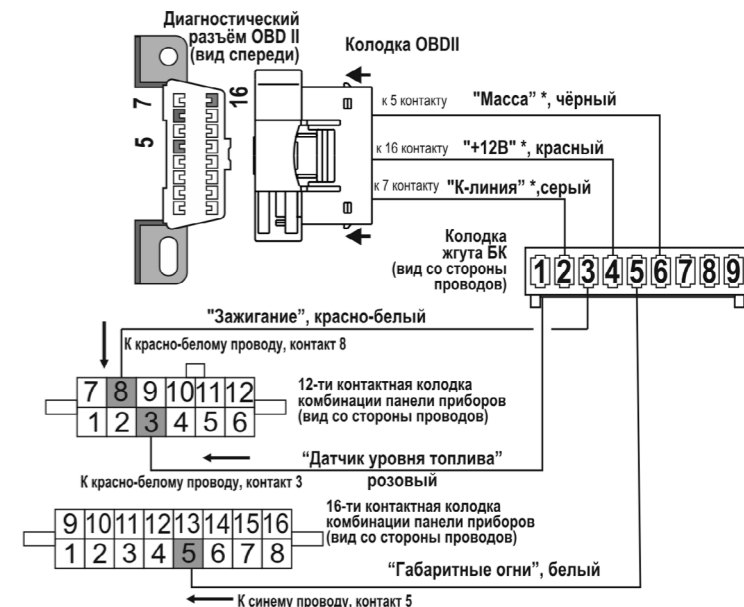

рис.21 Схема подключения к а/м Daewoo Nexia (ЕВРО-3)
Если один из обязательных для подключения контактов № 5, 7 или 16 в колодке ОБД2 вашего а/м отсутствует (рис.12), подключите необходимые сигналы самостоятельно согласно электрической схеме вашего автомобиля (рис.21).
8.3 Подключение **“зажигание”**. Соедините **красно-белый** провод жгута БК с **красно-белым** проводом (контакт 8) 12-ти контактной колодки комбинации панели приборов. (см. рис.21).